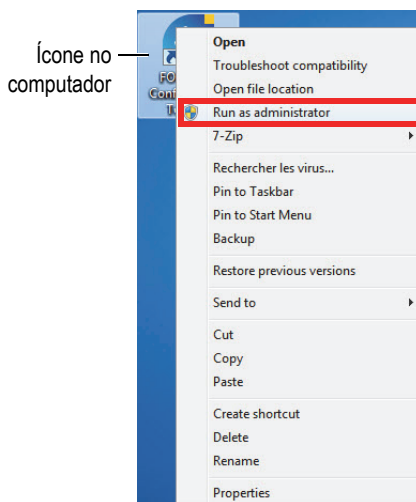

Figura 5-1 Abrir a ferramenta de configuração
- ◆ No computador, clique com o botão direito do mouse no ícone de ferramenta de configuração e, em seguida, clique em **Run as administrator > Yes** (executar como administrador > sim) [veja Figura 5-1 na página 20].